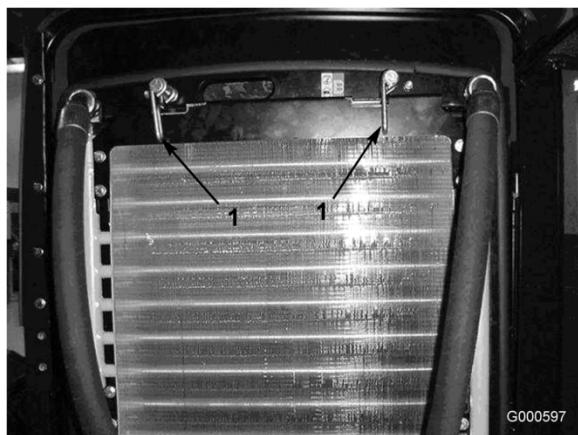

Figura 49
2. Girate i fermi (Figura 49) che fissano il radiatore dell'olio al telaio.